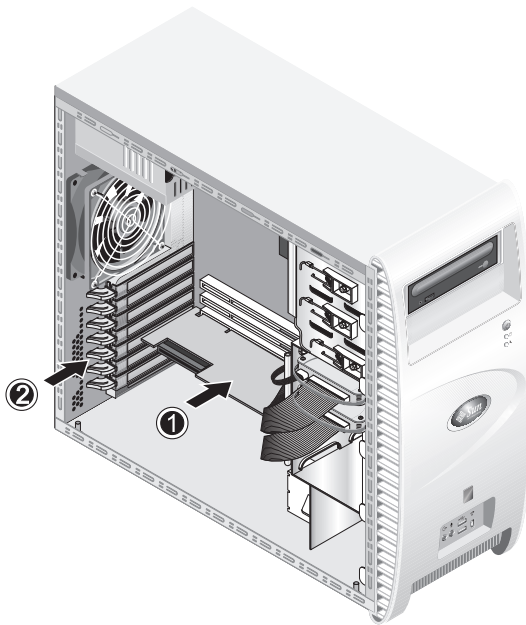

图 4-16 安装 PCI 卡
8. 将 PCI 卡安装到所选的插槽内，向下按压，直到卡已完全插入插槽内定位（参见图 4-16 中的 (1)）。
9. 将固定夹旋转并移回机箱内，直到固定夹卡扣啮合到位（参见图 4-16 中的 (2)）。